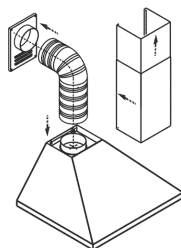
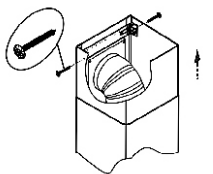

рис. 8
рис. 11
6.5. В зависимости от режима эксплуатации вытяжки соедините вентилятор (при помощи переходника) КВ «Оптима 50/60П(Н)-400-ПЗЛ», «Оптима 50/60П(Н)-400-КЗЛ» с вентиляционной решеткой воздухопроводом (рис. 8) или установите на вентилятор угольные фильтры. Угольные фильтры устанавливаются на защитные решетки корпуса вентилятора (рис.9, 9А).
6.7 Установите фальштрубы (рис. 8, 9). Выдвиньте верхнюю фальштрубу, (рис. 11) и прикрепите ее самонарезающими винтами к кронштейну. На вытяжки «Оптима 50/60П(Н)-400-ПЗЛ», «Оптима 50/60П(Н)-400-КЗЛ», «Оптима Wood 60П-430-ПЗЛ» устанавливается только одна нижняя фальштруба.
- будьте осторожны при установке фальштруб (рис. 8), не повредите поверхности из нержавеющей стали. Их легко поцарапать.